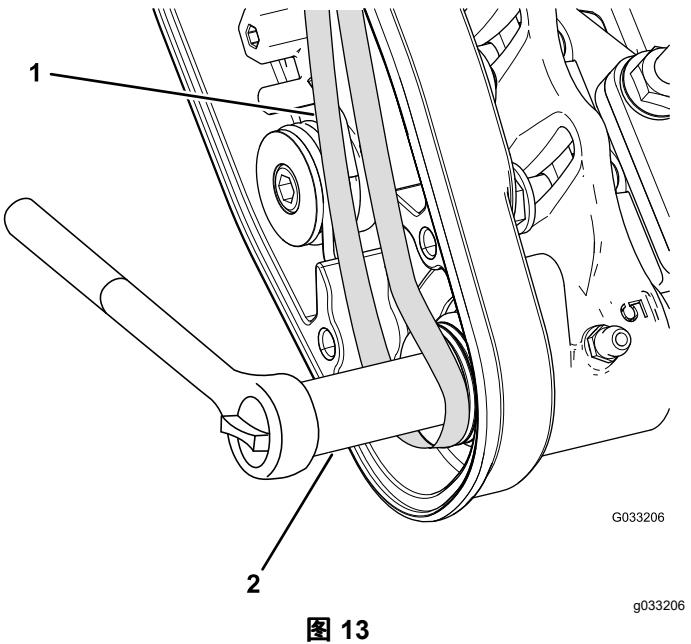

图 13
- 启动从动皮带轮上的皮带 图 13。
- 使用深套管 9/16 英寸旋转滚筒刷组件并把皮带引入从动皮带轮 图 13。